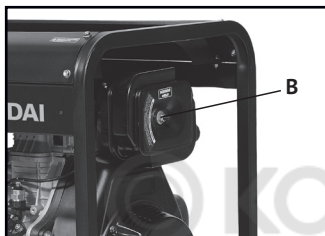

Рис. 15
- Открутите винт на крышке воздушного фильтра (рис.15, В).